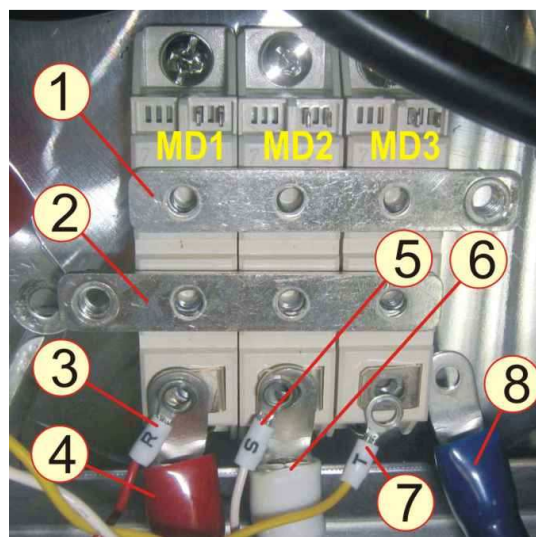

Рисунок 7.25
7.11.7 Взять шины 1 и 2 (рисунок 7.25), установить над контактами «2» и «3» модулей. Подвести наконечники проводов 3, 4, 5, 6, 7, 8 к контактам «1» модулей MD1, MD2, MD3 (рисунок 7.25).